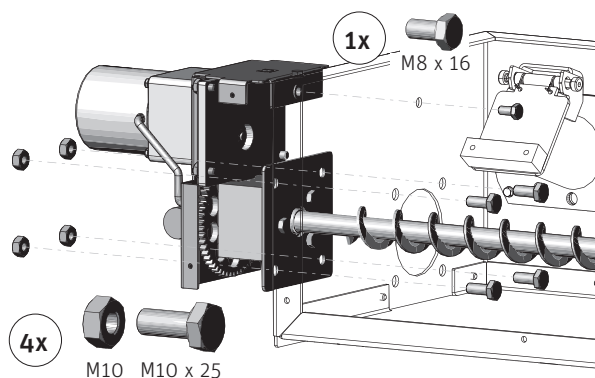

Fig. 220
- ▶ Motor zuerst mit 1 Schraube M8 x 16 oben (Schraube ist am Sammelbehälter vormontiert) und dann unten mit je 4 Schrauben M10 x 25 und Muttern M10 montieren – Fig. 220.